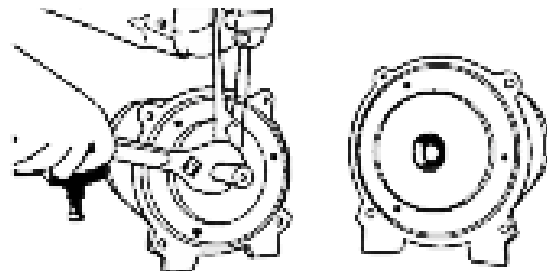

Figura 22: Retire el venturi
5. Sostenga el eje de la bomba con pinzas y desenrosque el impulsor como se muestra (Figura 22).